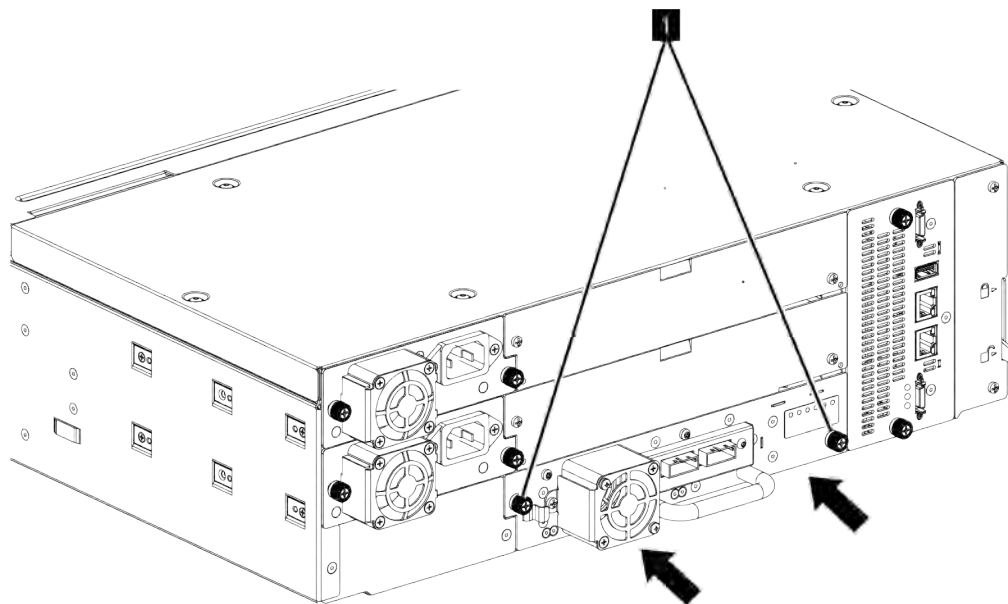

Figura 69. Instalación de una unidad de cintas
3. Apriete los tornillos de mariposa (1 en Figura 69 en la página 167) con los dedos hasta que la unidad de cintas sea segura.